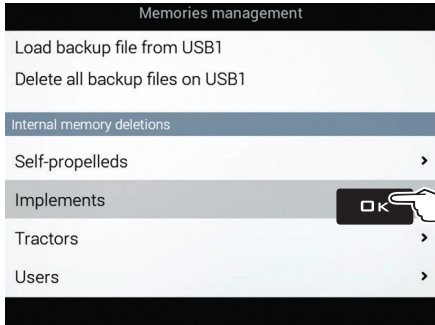

Fig. 289
- Select **Implements** (Fig. 289) and press **OK**.